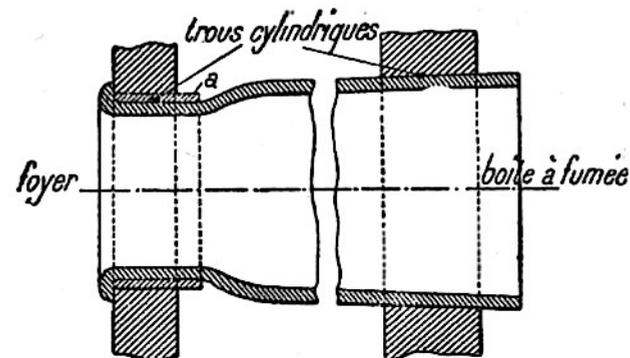

Fig. 22.
22. Montage des tubes dans les plaques tubulaires de foyer en acier (fig. 22). Avant la mise en